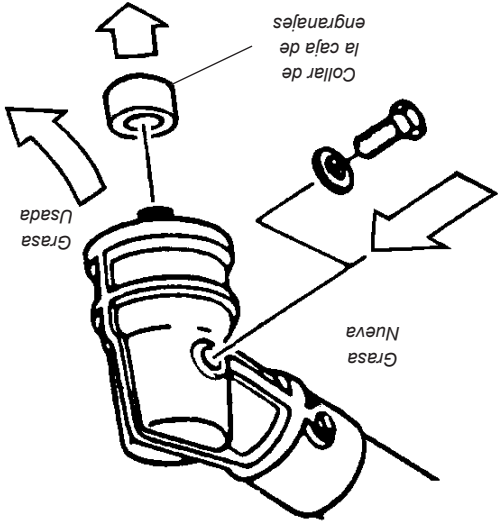

Figura 30
- Retire el accesorio de corte, el soporte del accesorio de corte y el collar de la caja de engranajes. Retire la tuerca del alimentador del costado de la caja de engranajes e introduzca grasa nueva a la caja hasta que la grasa usada salga. Use solamente grasa a base de litio, tal como grasa Shindaiwa para Caja de Engranes o su equivalente. Consulte la figura 30.